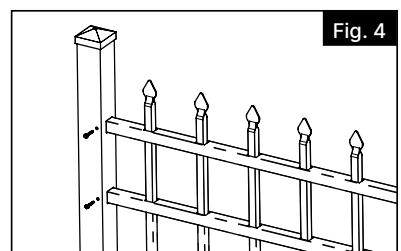

Fig. 4
Measure the width of the fence panel (X) plus the width of the post (Y). This is the common center-to-center measurement (unless there is a cut-down panel) for post hole location (Fig. 4).
After concrete has set, fasten the fence section to the posts using #8 x 1" self-tapping screws (Fig. 4).
Mesurer la largeur du panneau de clôture (X), puis ajouter la largeur du poteau (Y). Cela indiquera la distance centre en centre (à moins qu'il s'agisse d'un panneau coupé plus court) qui servira à l'emplacement des trous de poteau (Fig. 4).
Veiller à ne pas trop serrer les vis (Fig. 4).